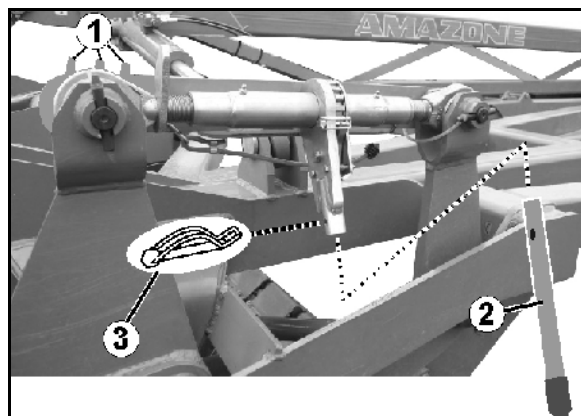

Fig. 56
Skalaen (Fig. 56/1) er en hjælp ved indstilling af spindlerne til samme længde.
2. Fastgør håndtaget (Fig. 56/2) med låseenheden (Fig. 56/3) på skralden (Fig. 56).